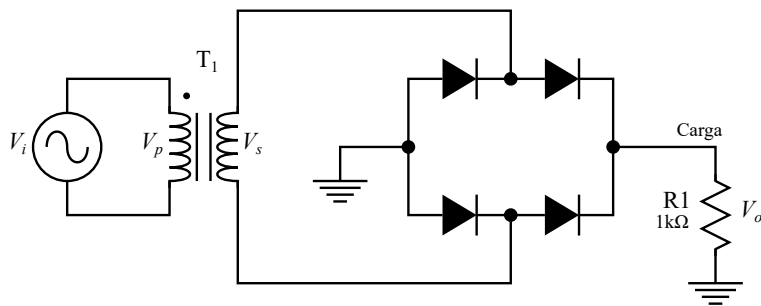

Fig. 2.3: Rectificador no controlado de onda completa con puente de diodos.
- Arma el circuito de la Fig. 2.3 aliméntalo con el transformador 127/24Vca.